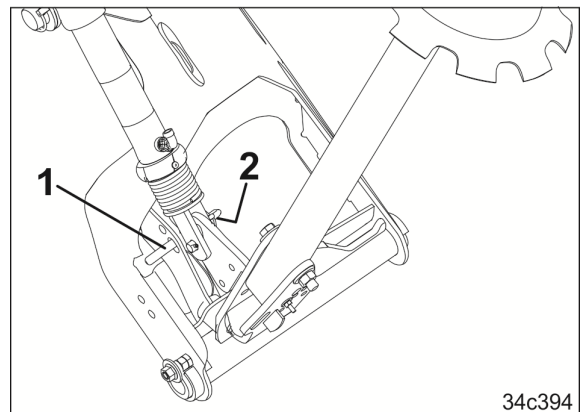

图 199
7. 将每个划行器用一个螺栓（图 199/1）插好并用制轮楔（图 199/2）固定住。
2个螺栓（图 199/1）用于固定划行器。